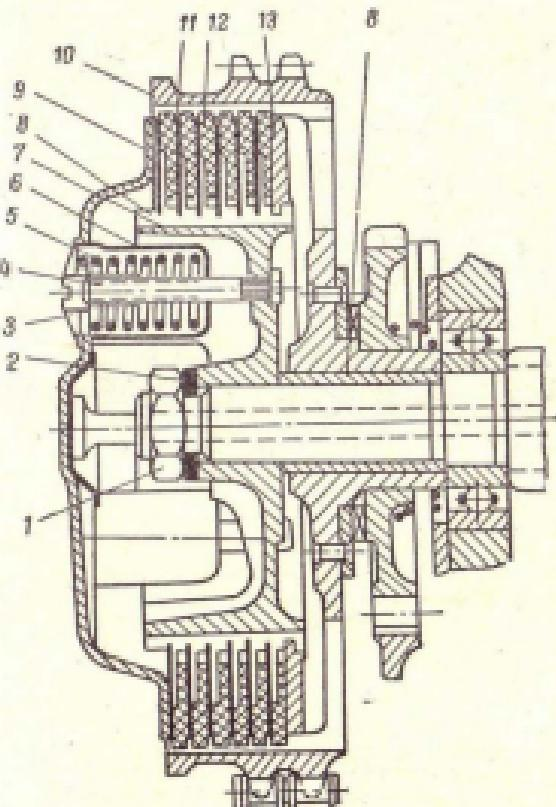

Рис. 57. Сцепление ИЖ-56:
**Сцепление** (рис. 57) — многодисковое, работает в масляной ванне и монтируется на левом конце первичного вала коробки передач. Муфта сцепления состоит из наружного и внутреннего барабанов, ведущих и ведомых дисков, пружин и механизма выключения муфты сцепления.